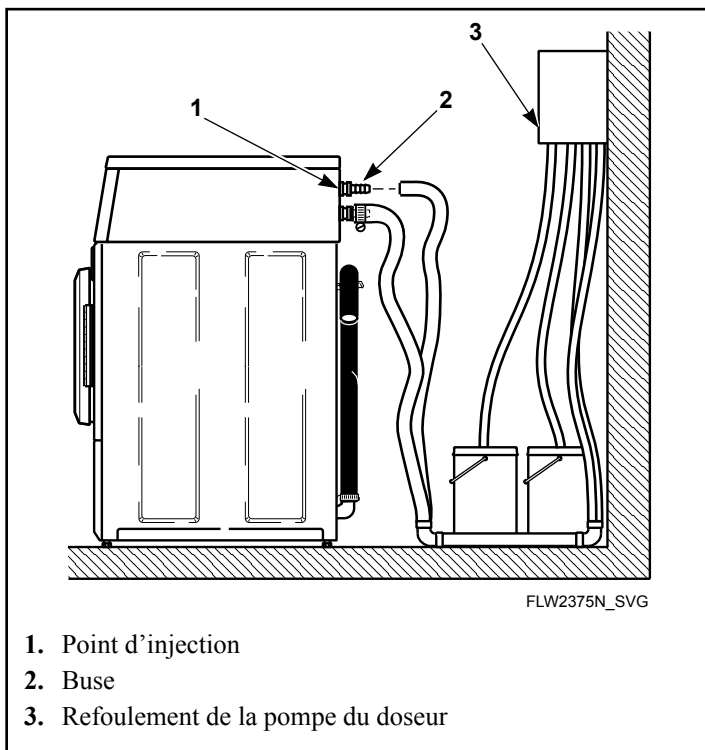

Figure 20
2. Attacher les buses à l'arrière de la machine. Le point de raccordement est situé sur l'armoire, au-dessus de la valve de mélange d'eau. Se reporter à *Figure 20*.
3. Brancher les tuyaux flexibles sur les buses et les fixer au moyen de brides de serrage de tuyau flexible (à obtenir localement). Se reporter à *Figure 20*.